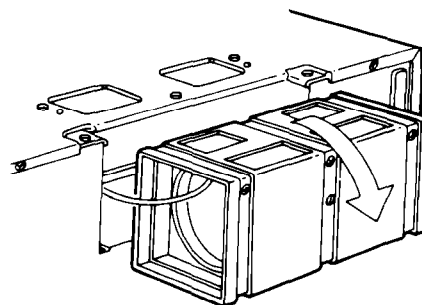

Figure 7
3. Rotate hood fan unit ¼ turn (Fig. 7).